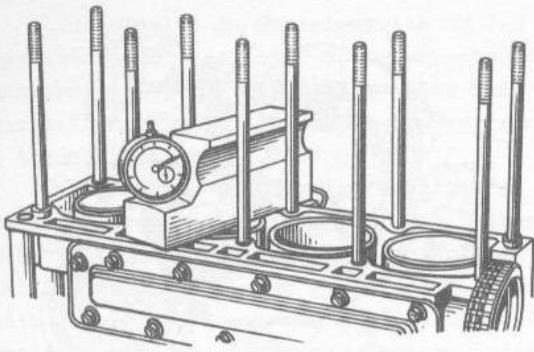

Bild 2-33. Prüfung der Zylinderlaufbuchse auf Herausragen der Stirnfläche über Fläche des Zylinderblocks des Motors 331.10
- Laufbuchsen mit Dichtbeilage in Bohrungen des Zylinderblocks einbringen und Maß des Herausretens der Stirnfläche der Laufbuchse über Fläche des Zylinderblocks prüfen (Bild 2-33). Das Maß des Herausragens soll im Bereich 0,01-0,08 mm liegen. Die Prüfung mit Lehre 9561-667 ausführen, nachdem man zuerst die Laufbuchse mit 50-70 N (5-7 kp) Kraft an den Zylinderblock gedrückt hat.